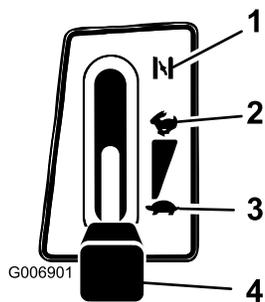

Figura 9
4. Spostate la leva dell'acceleratore su Starter (Figura 9).
6. Quando il motore è acceso, spostate lentamente la leva dell'acceleratore in posizione Fast (Figura 9). Se il motore si arresta o esita, tirate indietro la leva dell'acceleratore su Starter per alcuni secondi, quindi portatela alla massima (Fast). All'occorrenza, ripetete l'operazione.
1. Spostate la leva dell'acceleratore in posizione Fast (Figura 9).